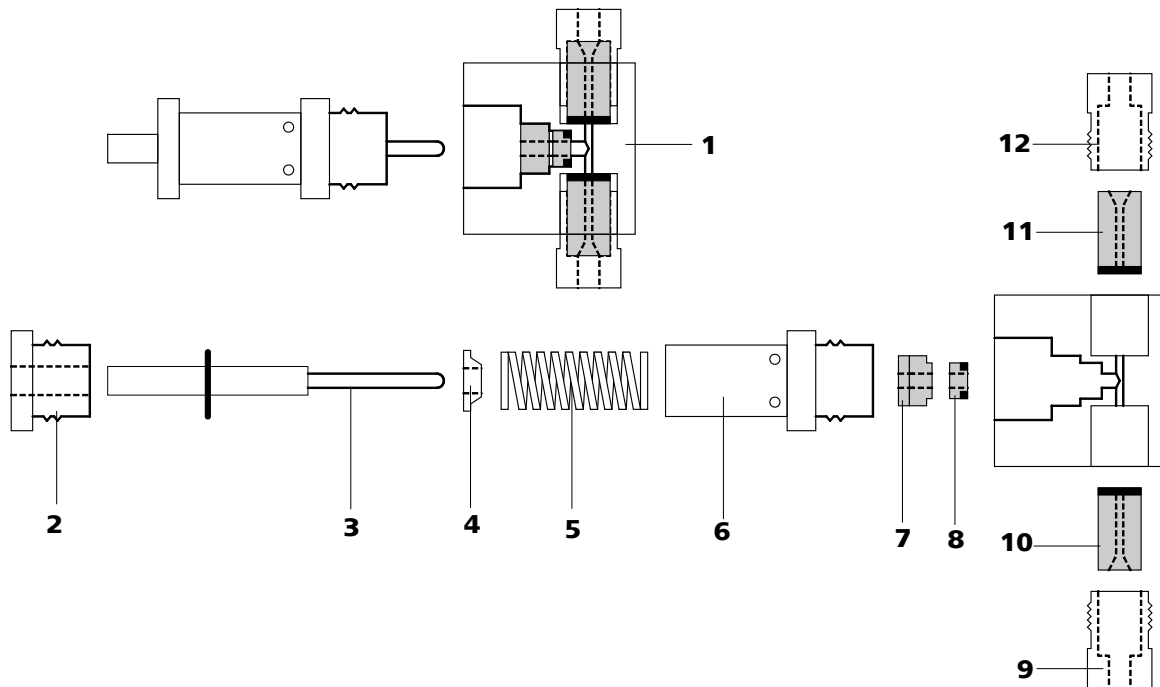

Figura 37 Componentes del cabezal de bomba estándar
- Desmonte el cabezal de bomba (18-4) en sus componentes principales (véase Figura 37, página 77).
Para seleccionar correctamente se debe tener en cuenta que el líquido fluye de abajo hacia arriba por el cabezal de bomba. El sentido de flujo de las válvulas se puede comprobar fácilmente soplando a través de la válvula limpia. Ambas válvulas se montan con el lado frontal negro orientado hacia el cabezal de bomba (véase Figura 37, página 77).
- Vuelva a montar los componentes del cabezal de bomba (18-4) (véase Figura 37, página 77).